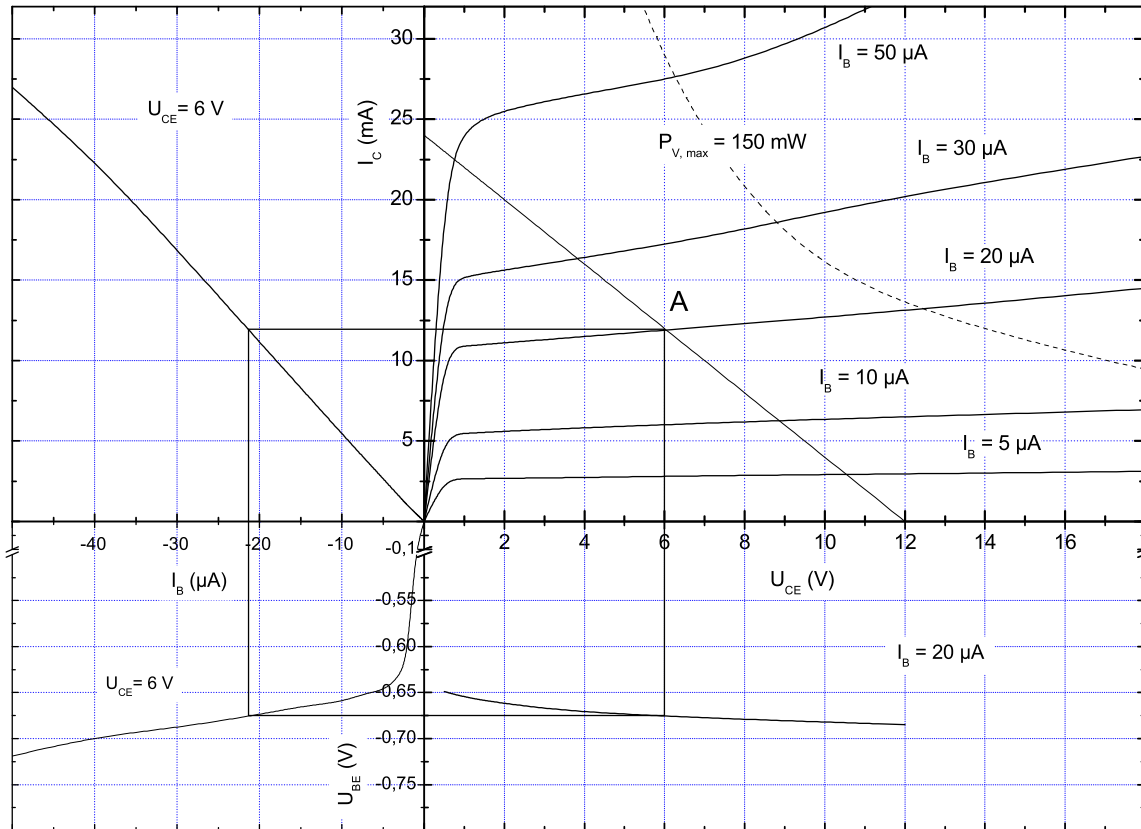
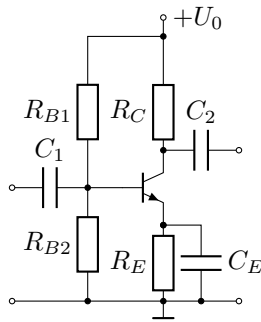

Abbildung 2: Kennlinienfeld BC108
Abbildung 5: Emitterschaltung mit Gegenkopplung und Koppelkondensatoren
In der Abbildung 2 ist das Kennlinienfeld des Transistors BC108 für ausgewählte Parameter abgebildet. Durch Wahl eines beliebigen Punktes in einem Quadranten dieses Diagramms wird der Arbeitspunkt des Transistors festgelegt.1
Die gesamte Verstärkerschaltung ist in der Abbildung 5 dargestellt.
- Ermitteln Sie die h-Transistorparameter aus dem Kennlinienfeld Abbildung 2.
- Dimensionieren Sie die Verstärkerschaltung Abbildung 5. Legen Sie die Betriebsspannung, den Kollektorstrom und den resultierenden Arbeitswiderstand  $R_C$  entsprechend der in Abbildung 2 eingezeichneten Arbeitsgeraden fest. Bestimmen Sie den Wert für  $R_E$  so, dass an ihm etwa 10% der Gesamtspannung abfallen. Die erforderliche Basisspannung setzt sich zusammen aus dem Spannungsabfall am Emitterwiderstand und der für die Einstellung des Arbeitspunktes erforderlichen Basis-Emitterspannung  $U_{BE}$ . Sie wird mittels eines Spannungsteilers unter Vernachlässigung des Basisstromes eingestellt. Der Querstrom durch diesen soll etwa 10% des Kollektorstromes betragen.
- Bauen Sie Transistorverstärkerstufe in Emitterschaltung entsprechend Abbildung 5 gemäß Ihrer Dimensionierung auf. Zur genauen Arbeitspunkteinstellung wird für  $R_{B1}$  ein Einstellregler benutzt.